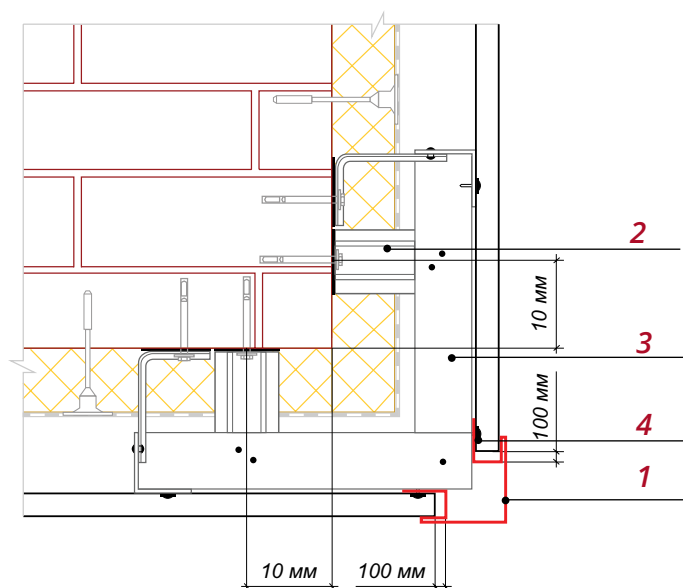

Рис. 6
■ Закрепите Планку угла внешнего **1** саморезами **4** к горизонтальному крепежному профилю, предварительно выставив ее по уровню (рис.6).